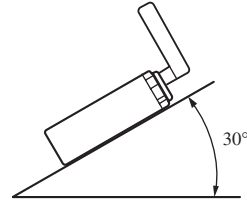

Abb. 6
- Wenn der Einbauwinkel mehr als 30° von der Horizontalen abweicht, kann es sein, daß das Gerät nicht optimal arbeitet. (Abb. 6)